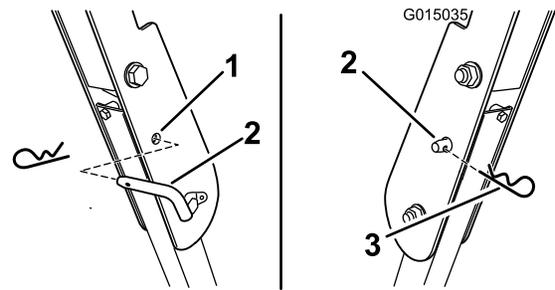

Bild 8
4. Nehmen Sie zum Zusammenklappen des Überrollbügels den Splint heraus und entfernen Sie die Arretierbolzen (Bild 8).
3. Setzen Sie die Arretierbolzen ein. Befestigen Sie die Bolzen mit dem Splint (Bild 8).